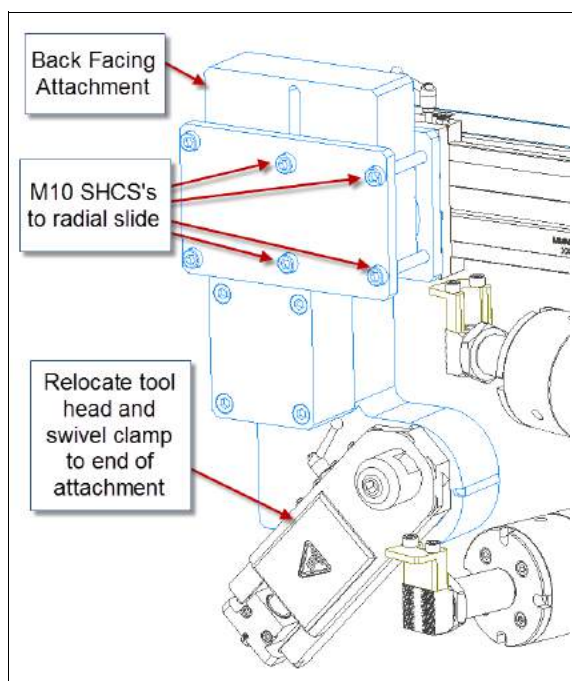

Рисунок 3-43. Установка приспособления для
6. Установите на место инструментальную головку на нижней стороне приспособления для обратной подрезки торца (рис. 3-43).